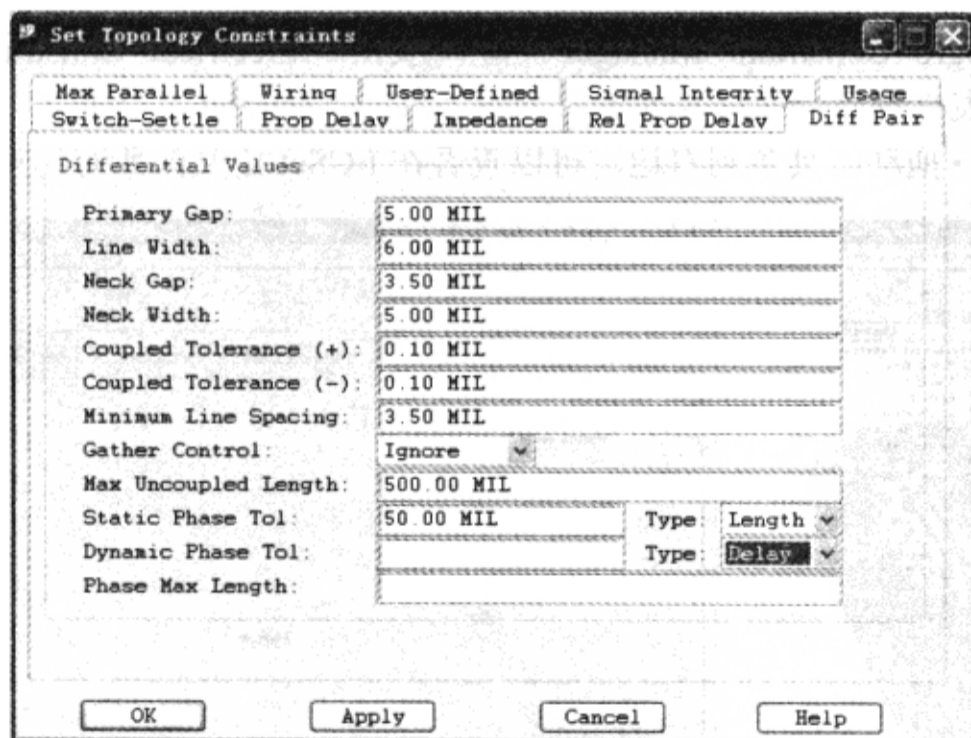

图6-5-3 设置差分约束
(3) 在“Set Topology Constraints”对话框选择“Diff Pair”标签页，具体设置如图6-5-3所示。